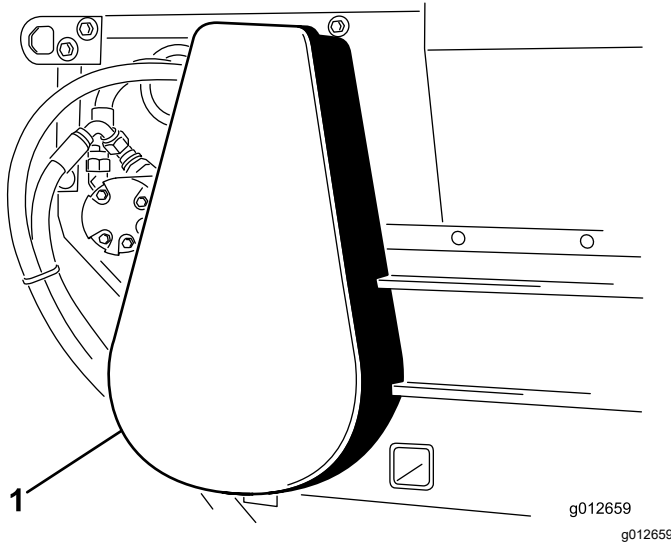

**Figura 38**
1. Monte la cadena en el piñón pequeño y fije la cadena con el eslabón maestro (Figura 38).